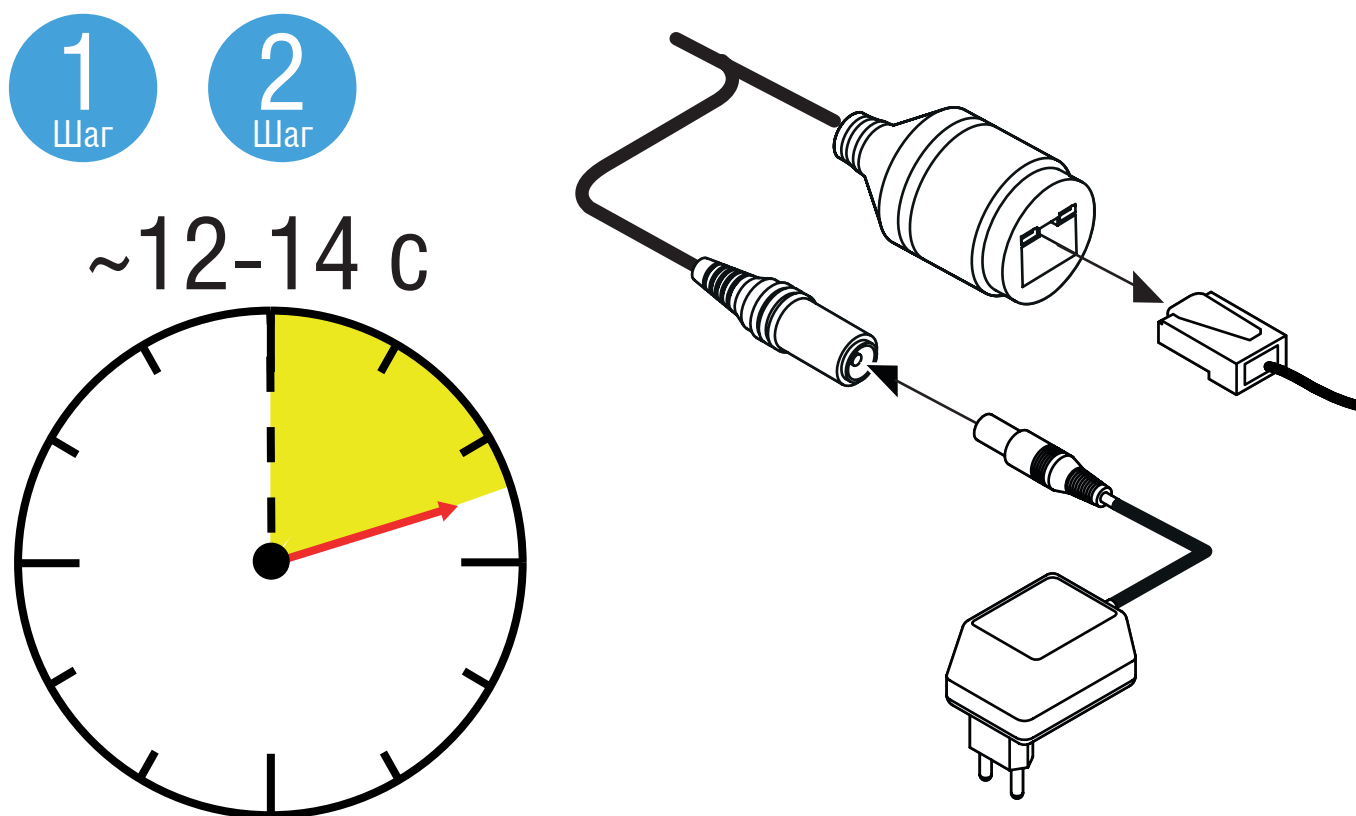

Рисунок 9А
3. Подайте электропитание DC 12 В на устройство, по истечении 30 секунд подключите кабель Ethernet, рисунок 9Б. Убедиться в успешности сброса настроек можно в программе Onvif Device Manager - IP-адрес устройства должен отображаться по умолчанию - *192.168.0.120* или ввести команду ping *192.168.0.120* в командной строке (подробнее в пункте *Доступ к веб-интерфейсу устройства*).